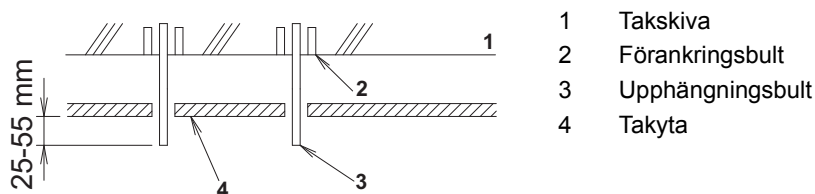

Bild 9
(4) Installera upphängningsbultarna.
- Justera avståndet för upphängningsbultarna från innertaket i förväg. **(Se bild 9)**
- Alla delar som visas i **bild 9** anskaffas lokalt.